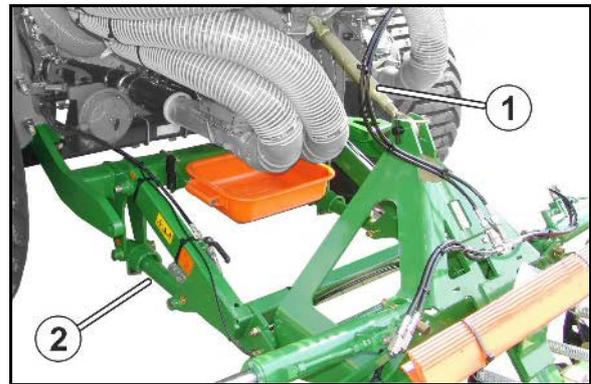

Fig. 100
1. Aflojar las uniones atornilladas (Fig. 100/1) de un rodillo.